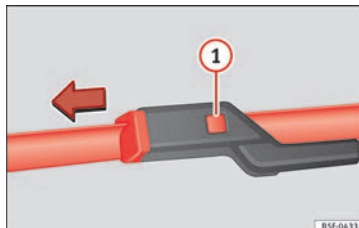

Fig. 92 Cambio de la escobilla del limpiaparabrisas.
- Oprima el botón de seguridad ① » **fig. 92**.